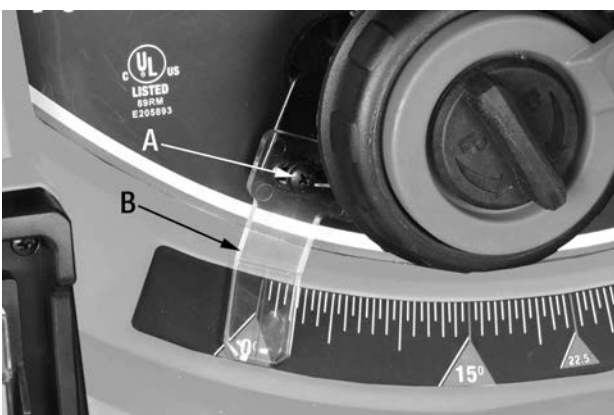

FIGURE 23
Si la lame est à un angle de 90° et l'indicateur d'angle (B) Fig.23 n'indique pas 0° sur l'échelle, un ajustement peut être effectué;
3. Desserrez la vis à tête bombée (A) Fig.23 de l'indicateur d'angle (B). Ajustez la position de l'indicateur d'angle pour qu'il soit aligné avec le 0° sur l'échelle. Resserrez la vis à tête bombée.